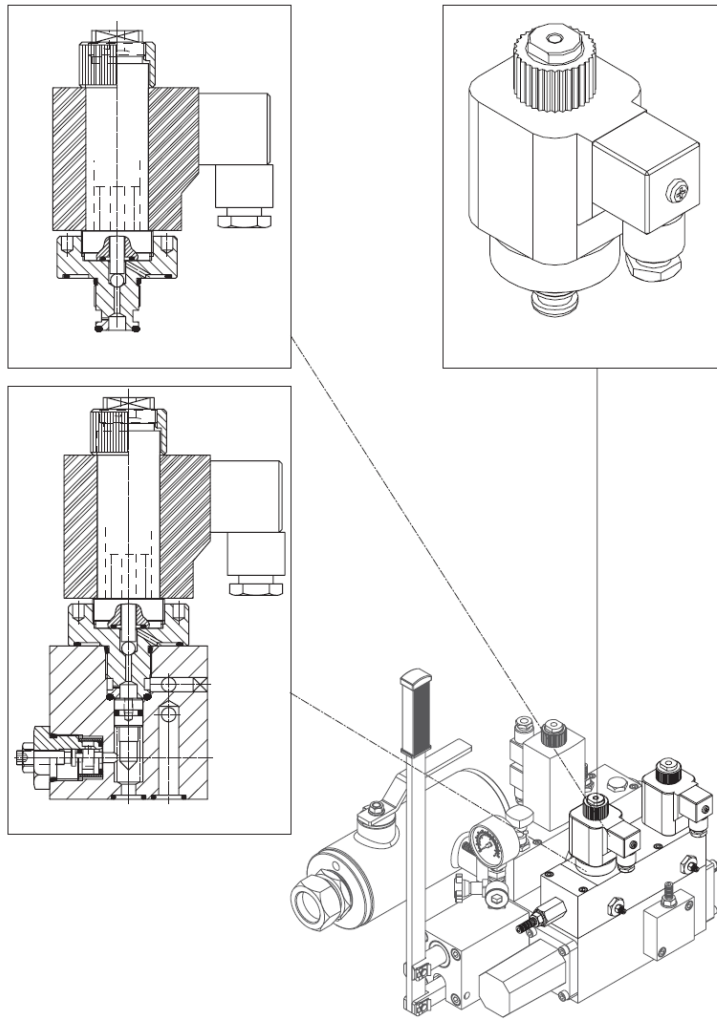

Fig. 53 – Bocchetto per avviamento Δ – Δ o soft starter
- Montare al posto del tappo "A" il dispositivo  – Δ (Fig. 53), senza chiudere il foro dove era la vite "B":